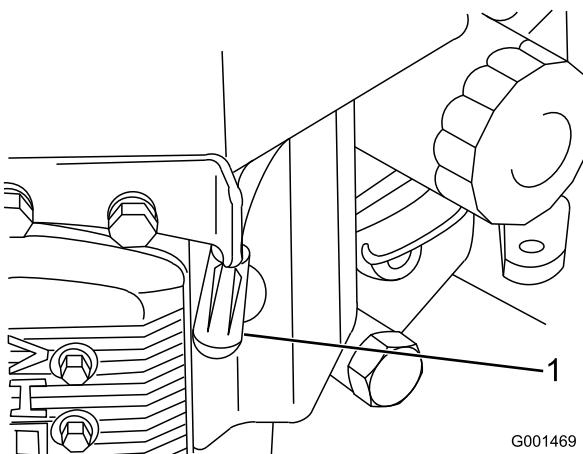

Figure 32
- Débranchez les bougies (Figure 32).